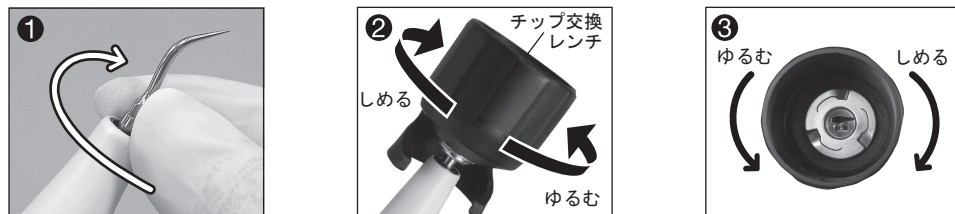

図 7
- 1) チップは最初手で軽くしめるまでねじ込みます。(図7①)
- 2) チップの上からチップ交換レンチの穴を通し、チップの四角になっている部分を合わせて差し込みます。次にチップ交換レンチを締め付け「カチッ、カチッ」と空まわりするまで締め付けます(図7②)。その際はハンドピースを持ち、ハンドピースコードがねじれないようにしてください。
3) 取り外す際は、“ゆるむ”矢印の方向へ回します。(図7㉓)